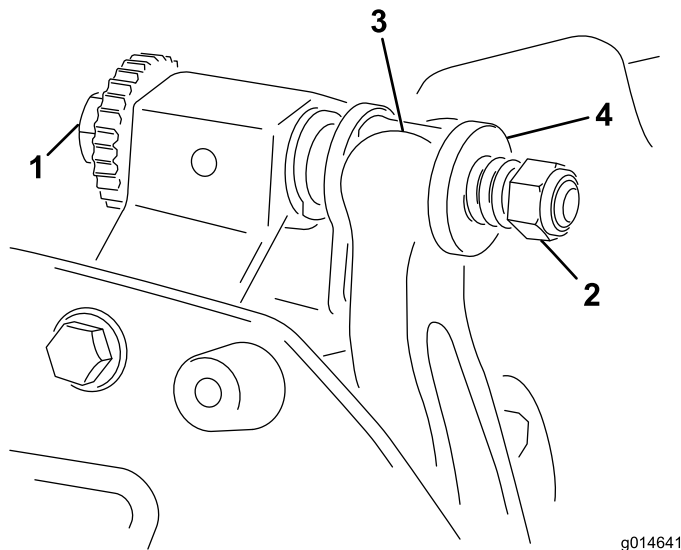

Figura 13
1. Gire el tornillo de ajuste de la barra de asiento en el sentido contrario a las agujas del reloj para alejar la contracuchilla del molinete (Figura 13).
2. Afloje la tuerca de tensado del muelle hasta que el muelle deje de presionar la arandela contra la barra de asiento (Figura 13).